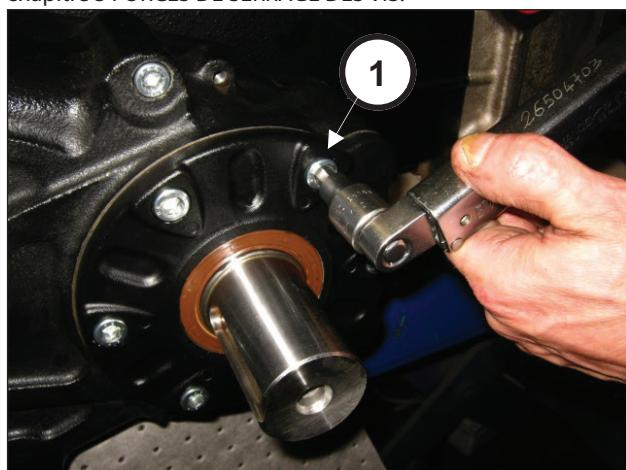

Fig. 82
Serrer les 6 vis M10x25 (rep. ①, Fig. 82). Serrer les vis à l'aide d'une clé dynamométrique, en suivant les indications du chapitre 3 FORCES DE SERRAGE DES VIS.